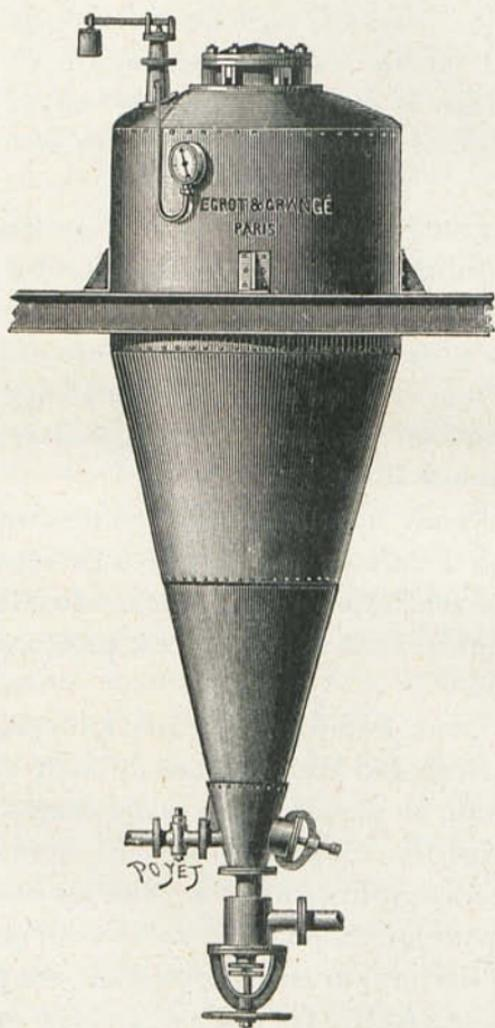

FIG. 59. — Cuiseur conique.
I. — TRAVAIL DU MANIOC PAR LE MALT VERT. — *Emploi des tubercules frais.* — *Cuisson.* — Le but de la cuisson est : 1° de gonfler les grains d'amidon et de les solubiliser partiellement pour qu'ils puissent subir l'attaque de la diastase ; 2° de déchirer autant que possible les parois cellulaires de façon à mettre les grains d'amidon en liberté. On emploie pour la cuisson des tubercules frais le cuiseur Henze fortement conique, comme l'indique la figure 59.